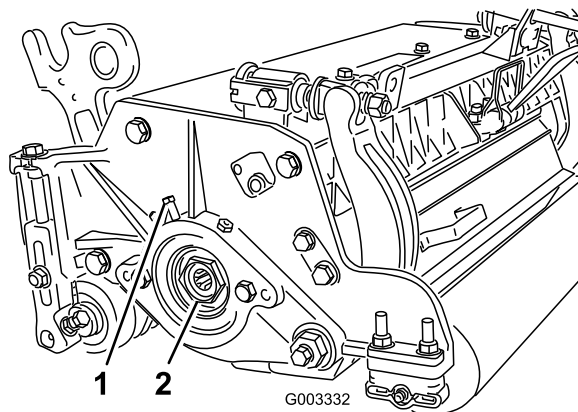

図 24
- A. カッティングユニットの左側にあるベアリング・ハウジングにベアリング調整ナットを固定している固定ネジをゆるめる（図 24）。